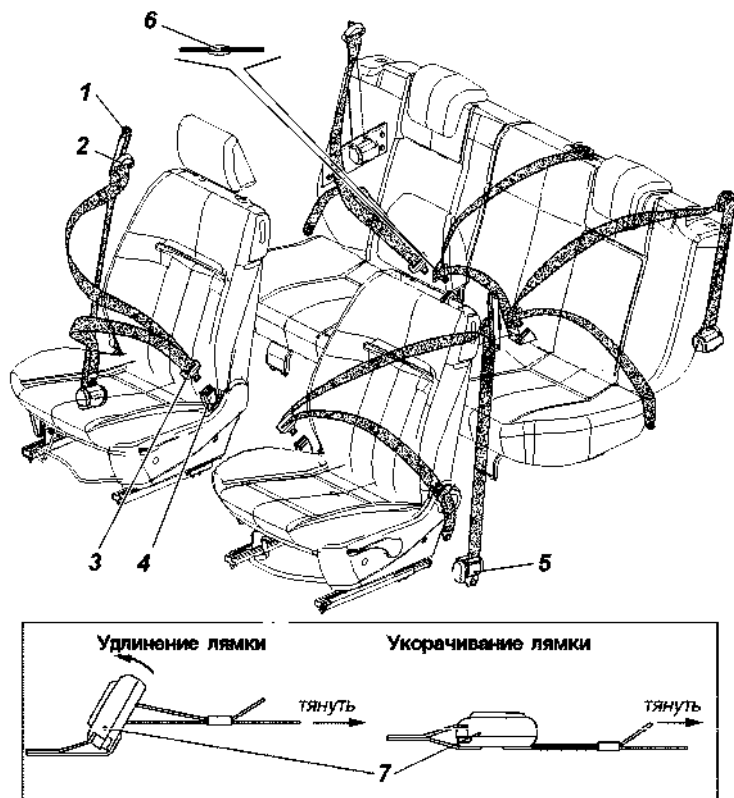

Рис. 3.49. Ремни безопасности:
Автомобиль оборудован ремнями безопасности (рис. 3.49) для всех сидений. Ремни сидений – диагонально-поясные с стягивающим устройством. Чтобы пристегнуть ремень, потяните за язычок 3 ремня и, не перекручивая лямок, вставьте его в замок 4 до щелчка. Для отстегивания ремня нажмите на красную кнопку замка.
**ВНИМАНИЕ!** *Следите за состоянием пластмассовой ограничительной клипсы 6 (рис. 3.49) среднего ремня безопасности.*